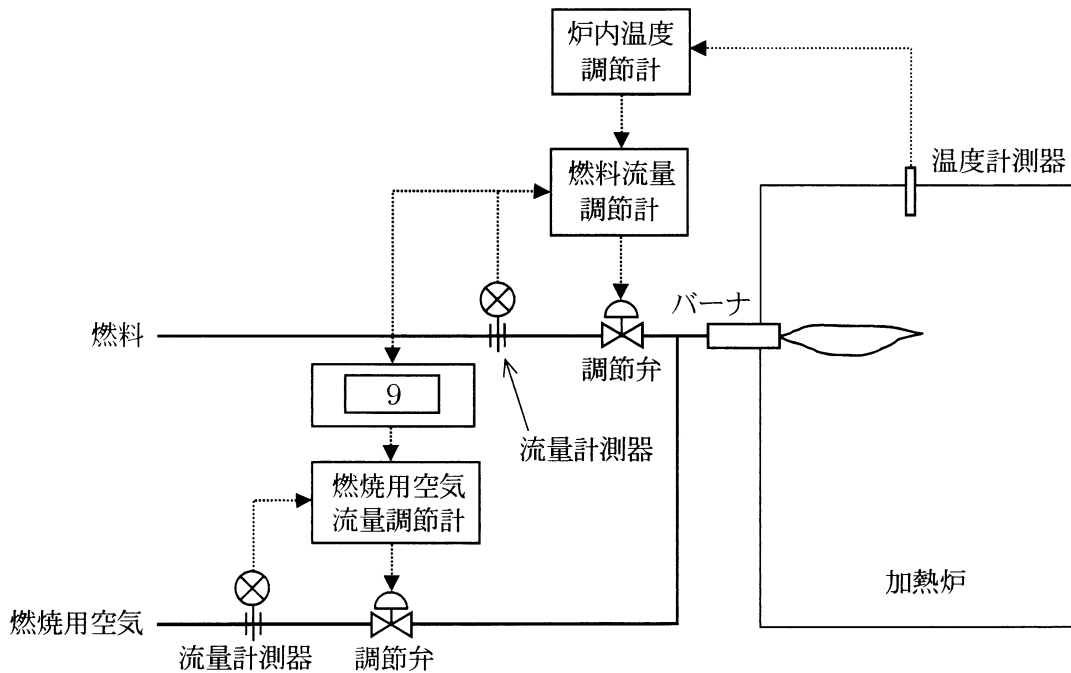

図1 加熱炉の炉温制御
(1) 図 1 に示すような加熱炉の燃焼制御について考える。この制御の目的は、加熱炉の温度を一定に保つことである。